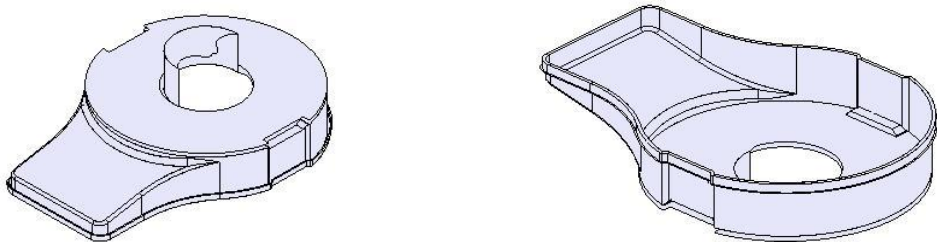

图7-14
2. 使用【抽取几何体】功能抽取面，结果如图 7-14 所示。